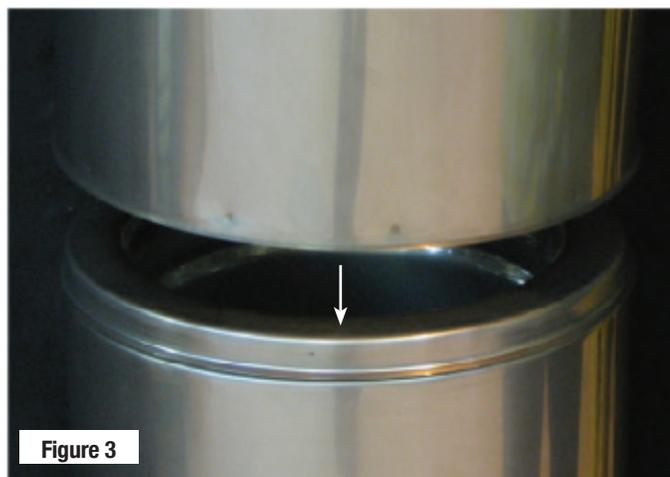

Figure 3
2. Emboîter l'extrémité femelle du conduit sur l'extrémité mâle de l'autre section du conduit (voir **Figure 3**).